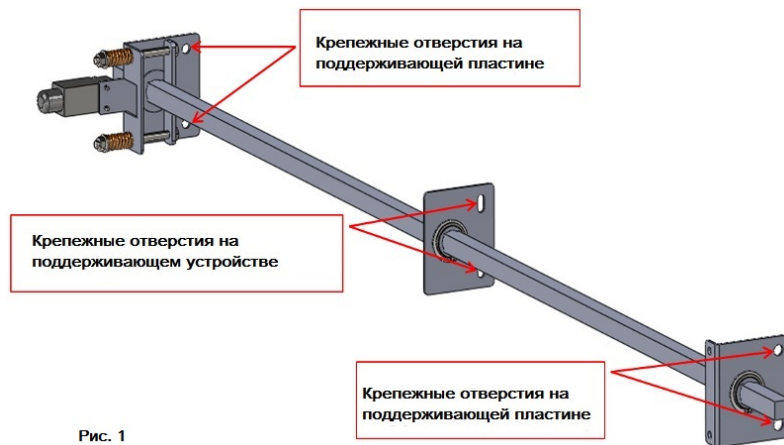

Рис. 1
1. Затяните поддерживающую пластину на каркасе двумя фиксирующими винтами М10. (Рис.1)
2. Просуньте трубу через поддерживающую пластину(3) и поддерживающее устройство(4) и зафиксируйте двумя винтами М10.(Рис. 1)
3. Зафиксировать, как в предыдущем шаге поддерживающее устройство(5) и убедитесь, что труба выровнена и закрутите винтами М10. (Рис. 1)